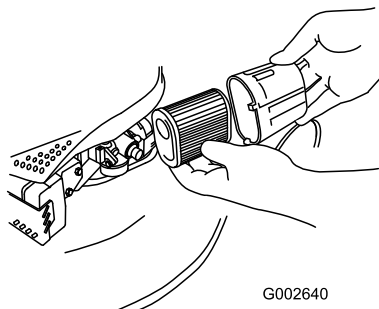

Figura 38
2. Gire la tapa del filtro de aire para retirarla (Figura 38).